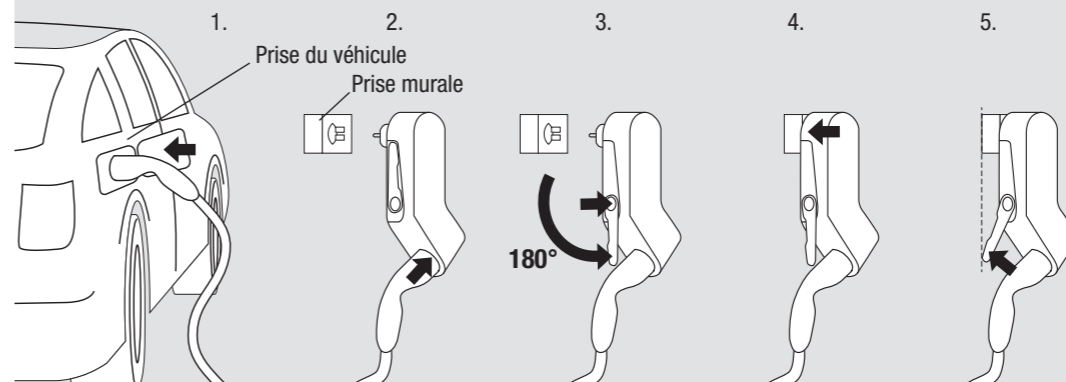

Fig. 2 : Séquence de charge
- N'utilisez le chargeur Mobility Dock qu'en le suspendant en position verticale et en assurant son soutien sur une prise murale pour éviter de tirer sur la prise (voir illustration fig. 2). Les charges lourdes peuvent endommager le chargeur Mobility Dock et/ou la prise de courant.
- Ne branchez le Mobility Dock dans la prise tant que la prise de charge n'est pas verrouillée dans la sortie type 2 (C). La prise risque autrement d'être endommagée.